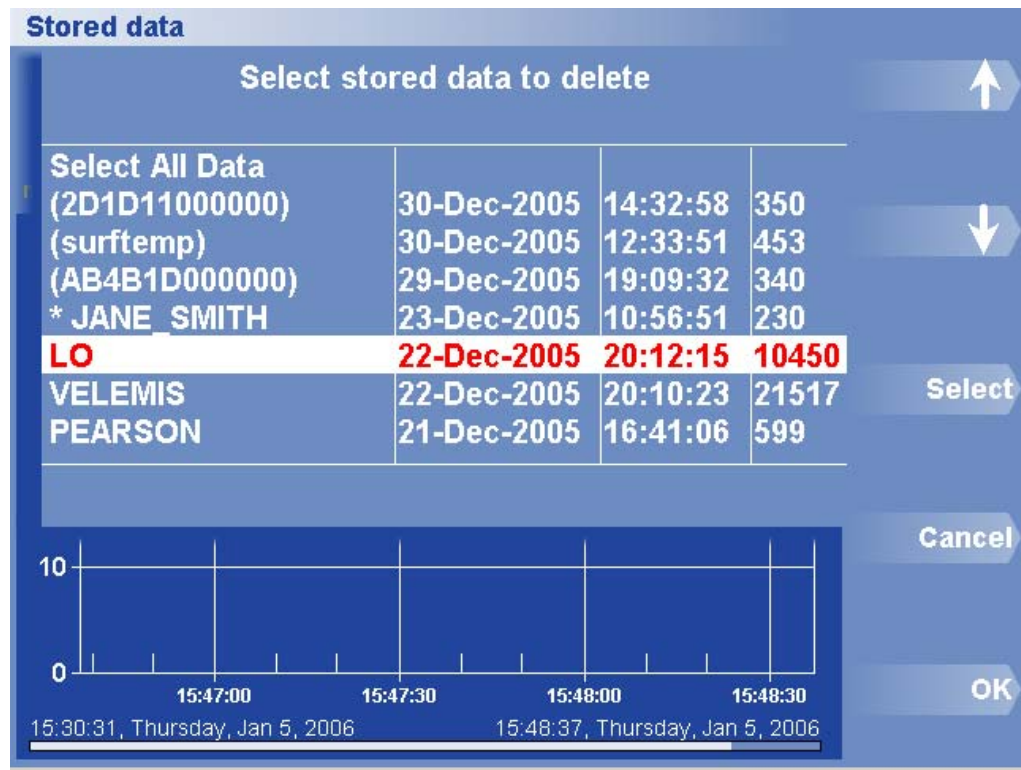

Figure 17. Boîte de dialogue et menu Supprimer des données
1. Cliquez sur Stored Data > Delete Data (Données enregistrées > Supprimer des données). La liste Delete Stored Data (Supprimer des données enregistrées) apparaît (figure 17).